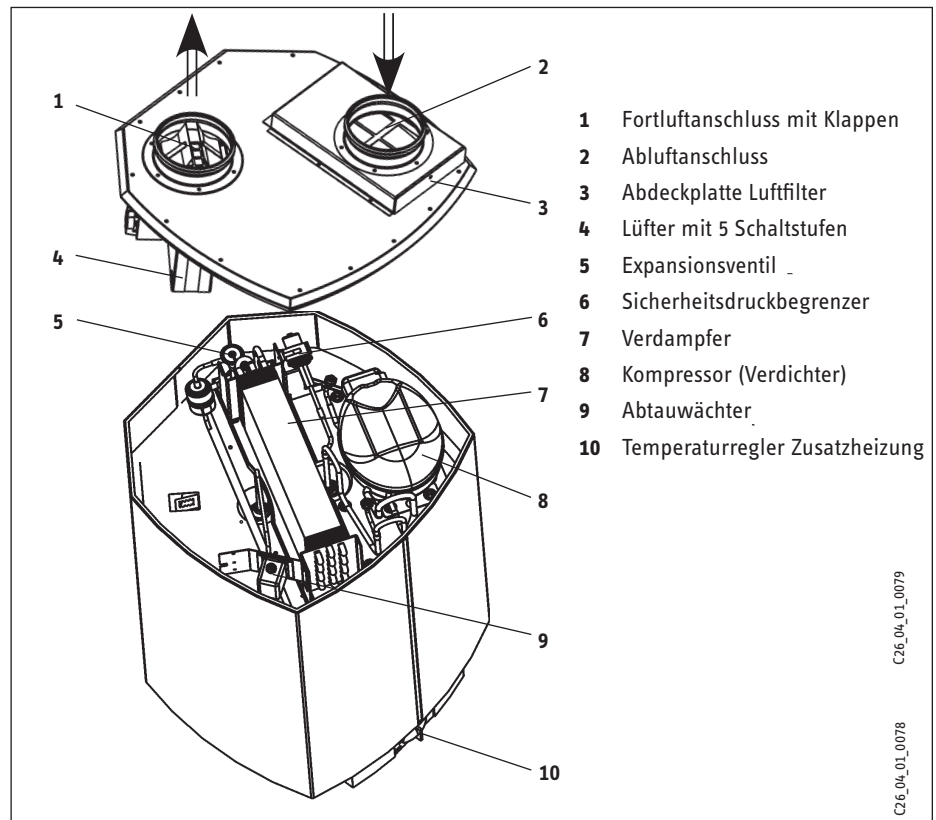

Abb. 3
- Wechseln Sie den Luftfilter mindestens einmal jährlich. Er befindet sich oben am LWA 100. Abb. 3 Punkt 3
Der Lüfter **4** saugt Abluft an und leitet sie über den Verdampfer **7**. **Abb. 3** Dieser entzieht der Abluft Wärme sowie Feuchtigkeit. Die Wärmeenergie wird auf das Kältemittel übertragen. Der Verdichter **8** erhöht den Druck des Kältemittels. Er pumpt das Kältemittel auf eine höhere Temperatur und Dichte. Vom Verflüssiger wird die gespeicherte Energie dann an das Trinkwasser im Wasserspeicher abgegeben.